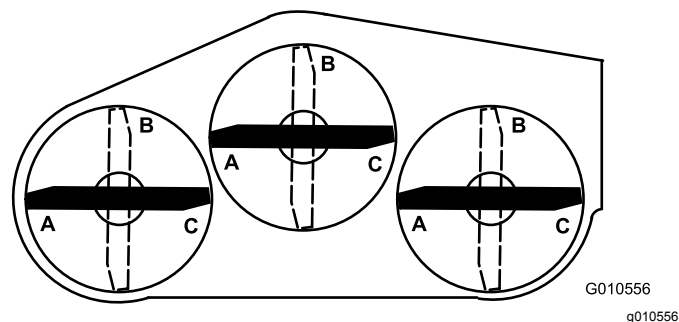
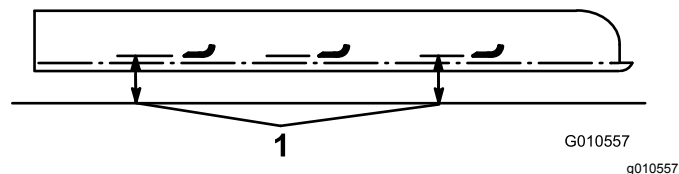

Figura 27
Figura 28
6. Posicione as 3 lâminas na posição A (Figura 27) e meça a partir da superfície nivelada até ao fundo da extremidade da ponta de cada lâmina (Figura 28) e anote a medida.
7. Rode as lâminas para posição B (Figura 27), meça a distância de todas as lâminas até uma superfície nivelada e anote as dimensões (Figura 28).
8. Rode as lâminas para posição C, meça e anote distância medida (Figura 27 e Figura 28).